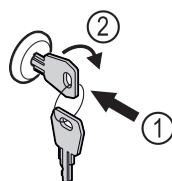

Fig. 161
- Introducir la llave. Fig. 161 (1)
- Girar la llave 90° en sentido horario. Fig. 161 (2)